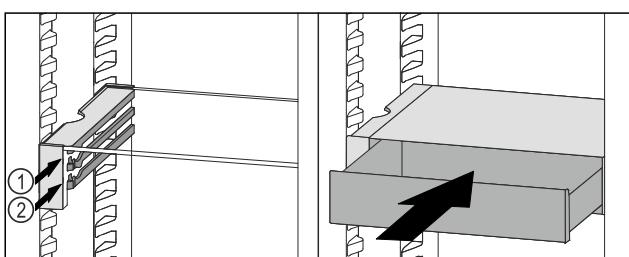

Fig. 76
- Predal VarioSafe namestite za zaustavljalnimi elementi na želeni nastavek Fig. 76 (1) ali Fig. 76 (2).